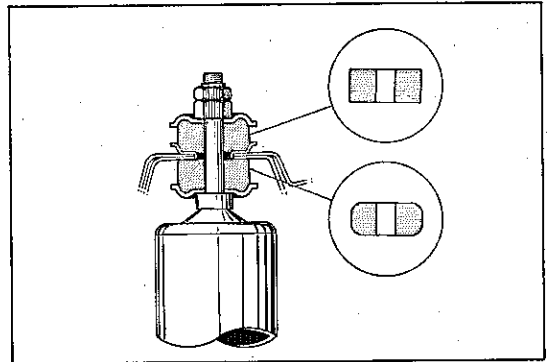

図5-3-4 ショック アブソーバ取り付け Z3875
- ④クツションとリテーナの組み付けは方向を確認する。(図5-3-4参照)